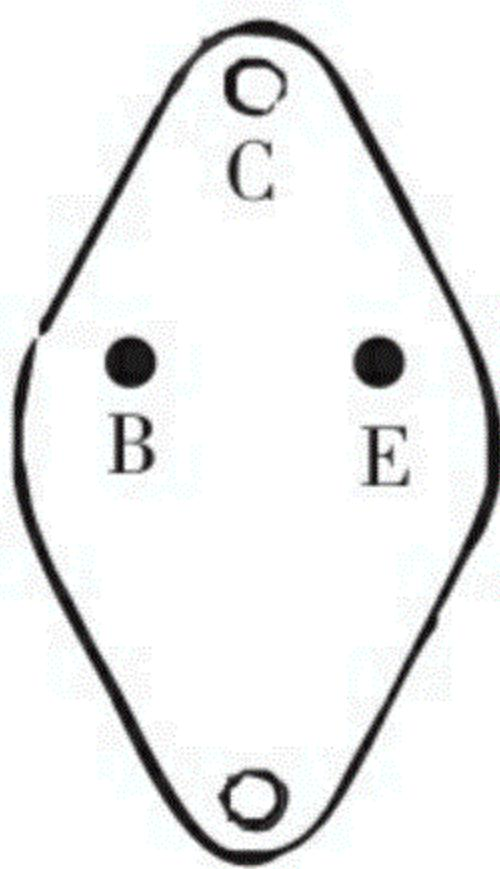

图9.94 基极与发射极排列
**金封大功率三极管：**金属外壳为集电极；引脚朝向自己，引脚距安装孔近的一端向上，基极与发射极排列如图9.94所示。